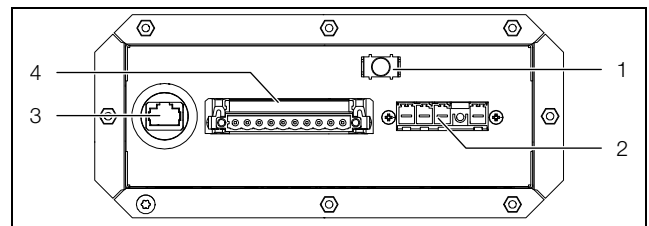

图 30: 接线盒
- 电缆屏蔽层可在接线盒中通过接地端子接触壳体 (图 30, 序号 1)。